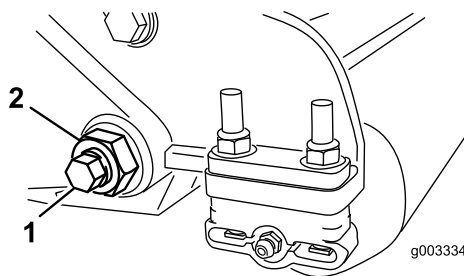
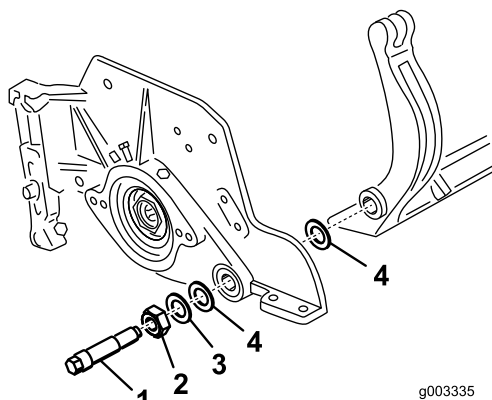

Figura 30
Figura 31
3. Su ciascun lato della macchina, allentate il dado di bloccaggio che fissa il bullone della barra di appoggio (Figura 30).
4. Togliete ciascun bullone della barra di appoggio consentendo alla barra di appoggio di essere tirata verso il basso e rimossa dal bullone della macchina (Figura 30). Considerate 2 rondelle in nylon e 1 rondella in acciaio stampato su ciascun lato della barra di appoggio (Figura 31).
4. Posizionate una rondella in acciaio all'esterno di ciascuna rondella in nylon (Figura 31).